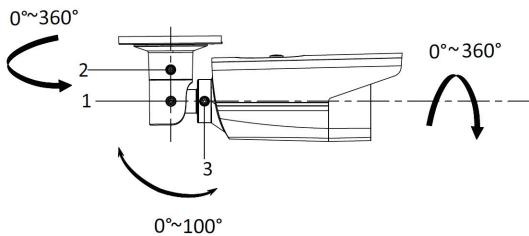

Figure 3 : Réglage de la caméra sur 3 axes ; 1, 2, 3 - Vis de blocage
La caméra est conçue pour être utilisée dans un environnement intérieur et extérieur (indice de protection IP 67) et peut être installée sur un mur. Il est possible de facilement régler la position de montage de la caméra à l'aide d'un support articulé, permettant l'ajustement dans les trois axes (voir la figure 3).
8. Effectuer l'enregistrement de la caméra (voir le chapitre : Enregistrement vers un serveur) pour avoir accès à la prévisualisation et aligner la caméra dans le sens requis, autorisé sur trois axes - voir la figure 3.